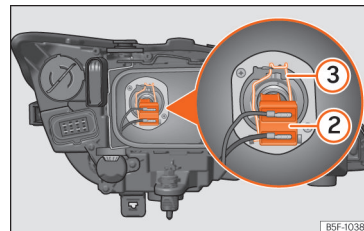

Abb. 55 Abblendlicht
- Ziehen Sie den Stecker » Abb. 55 ② von der Lampe ab.
- Nehmen Sie die Haltefeder » Abb. 55 ③ durch Eindrücken und Rechtsdrehung ab.